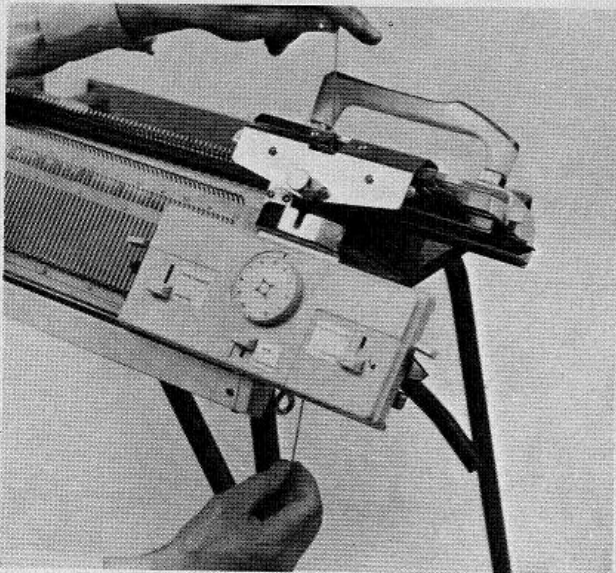

Fig. 26
- Mettre les chariots à droite, les 2/3 des chariots se trouvant dans le vide ou sur le rail de l'ajoureur (fig. 26).
- Tirer sur le verrou de l'accoupleur afin de libérer le chariot T.4 et mettre en **position basse** uniquement le côté droit de la fonture T.4 (fig. 26).